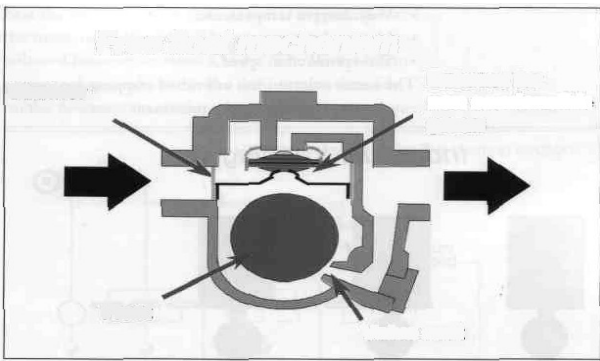

Рис.11.4. Поплавковый механизм
- давление в горшке выше, чем в трубопроводе конденсата. Конденсат, стекающий в горшок, поднимает поплавок. Клапан открывается, и конденсат может стечь. Поскольку уровень жидкости снижается, поплавок опускается, чтобы закрыть клапан еще раз. Если есть воздух в конденсатном горшке, температура падает, что вызывает открытие выпуска (рис. 11.4);